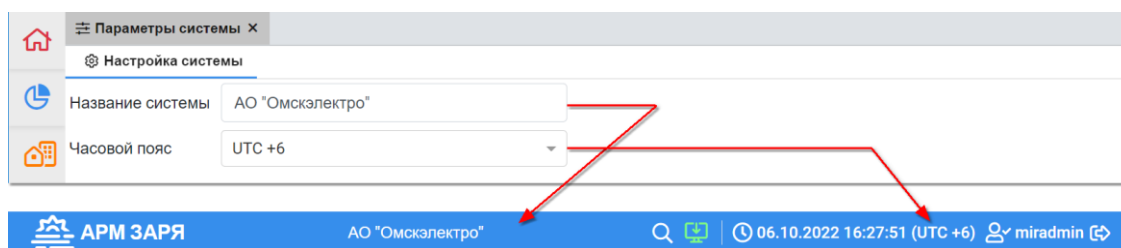

Рисунок 6
- наименования организации, использующей АРМ ЗАРЯ, и системного времени (рисунок 6);